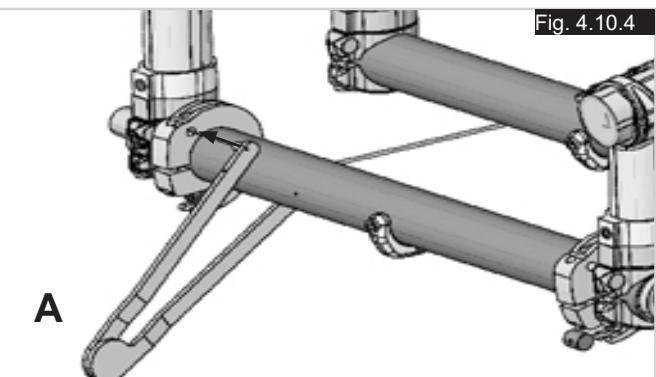

Fig. 4.10.4
- Sätt in spännverktyget, (A), till kabelreceptorn i ramens baksida, (Fig. 4.10.4).